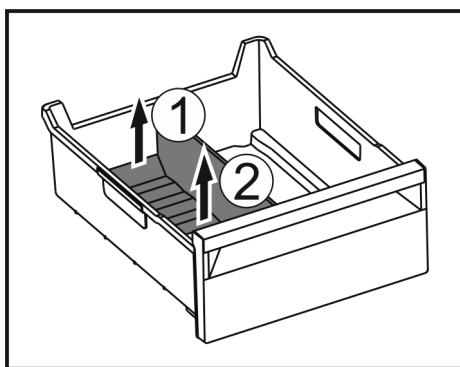

Fig. 175
- Podnieść tylną część separatora do szuflady na lód. Fig. 175 (1)
- Separator do szuflady na lód podnieść do góry. Fig. 175 (2)